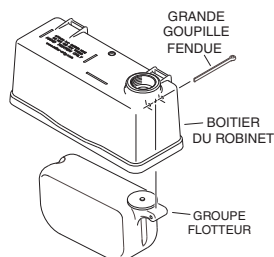

Figure 1
2. Placez le groupe flotteur à l'intérieur du boîtier de robinet puis faites glisser la grande goupille fendue de 2 pouces 1/4 à travers le boîtier et le groupe flotteur (voir figure 1). Écartez légèrement les extrémités de la grande goupille fendue à l'aide des pincés. Lorsqu'il est correctement monté, le groupe flotteur doit pivoter librement autour de la goupille fendue à l'intérieur du boîtier de robinet.